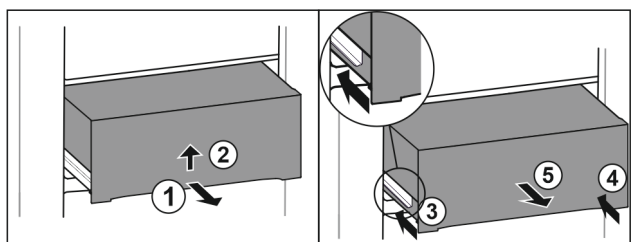

Fig. 32
- ▶ 将抽屉拉出一半。 Fig. 32 (1)
- ▶ 从底部抬起抽屉。 Fig. 32 (2)
- ▶ 推入左侧轨道。 Fig. 32 (3)
- ▶ 推入右侧轨道。 Fig. 32 (4)
- ▶ 朝前取出抽屉。 Fig. 32 (5)